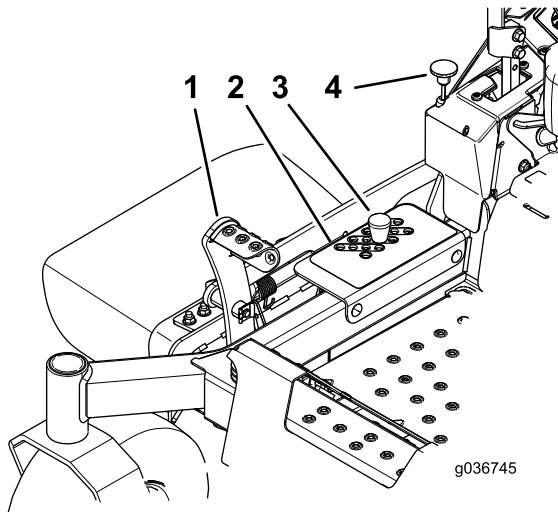

Figura 29
2. Premete sul pedale di sollevamento del piatto e sollevate il piatto del tosaerba in posizione di TRASPORTO (anche la posizione dell'altezza di taglio da 127 mm) come mostrato in Figura 29.
3. Togliete il perno dalla staffa dell'altezza di taglio (Figura 29).
4. Nella staffa dell'altezza di taglio scegliete un foro corrispondente all'altezza richiesta e inserite il perno (Figura 29).